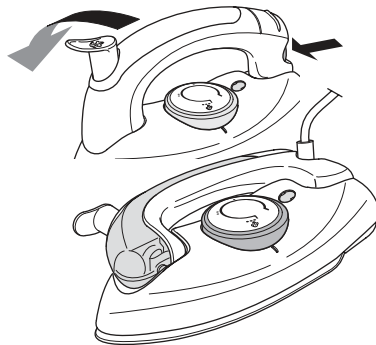

Abbildung 5 Griff herunterklappen
6. Klappen Sie den Griff herunter, indem Sie auf den Verriegelungsknopf an der Griffseite drücken und den Griff nach unten drücken (siehe Abbildung 5).